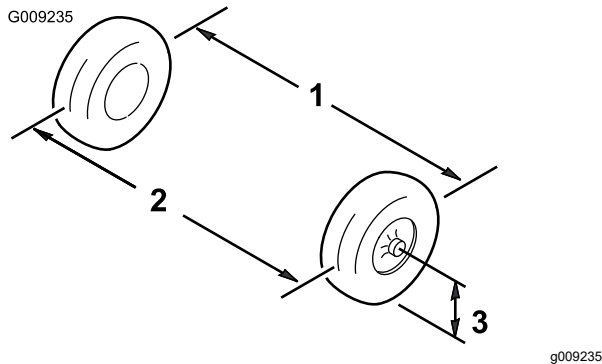

Figura 49
5. Mida la distancia entre los neumáticos delanteros a la altura del eje, en la parte delantera y trasera de las ruedas (Figura 49).